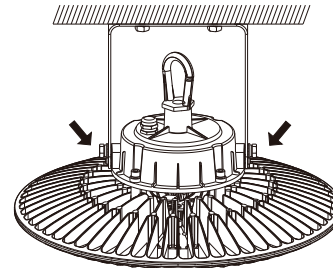

Fig. 3
3. Réglez l'angle du support. Cela peut être réalisé en desserrant les vis latérales illustrée dans la figure 3, ensuite en les resserrant à l'angle désiré. (**Figure 3**).